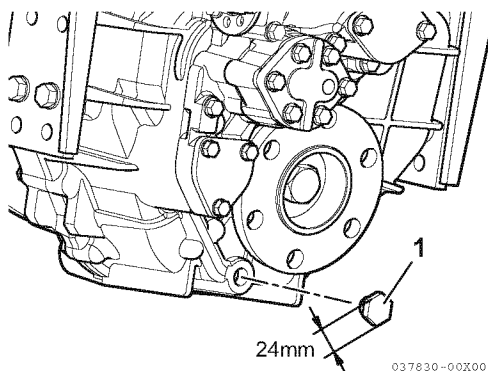

Abbildung 1
2. Den M16-Ablassstopfen (1, **Abbildung 1**) und die Dichtung entfernen.